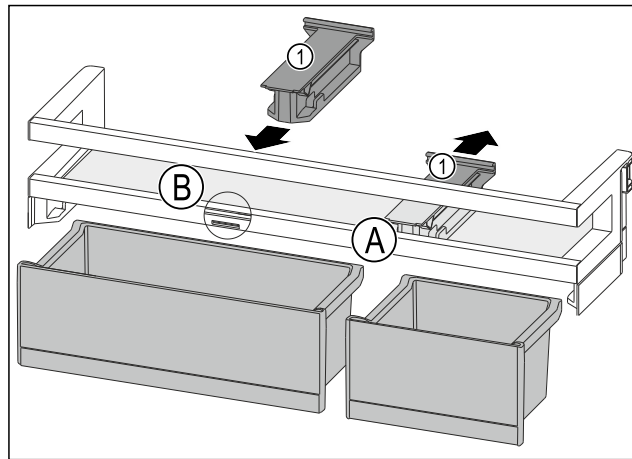

Fig. 127
- Retirer la pièce de retenue Fig. 127 (1) en position Fig. 127 (A) vers l'arrière.
- Mettre la pièce de retenue Fig. 127 (1) en position Fig. 127 (B).